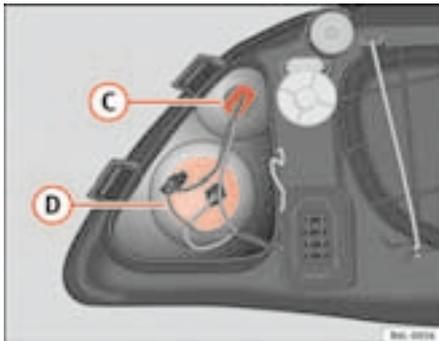

Fig. 150 Luz de población
- Tire de los cables para liberar el portalámparas de su alojamiento **C** ⇒ fig. 150.